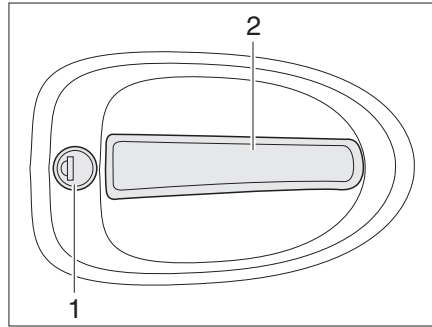

Fig. 41 Cerradura de la puerta de entrada, en el exterior
- Introducir la llave en el cilindro de cierre (Fig. 41,1) y girarla hasta que esté desbloqueada la cerradura de la puerta.
- Tirar del tirador de la puerta (Fig. 41,2). La puerta está abierta.
- Introducir la llave en el cilindro de cierre (Fig. 41,1) y girarla hasta que esté bloqueada la cerradura de la puerta.